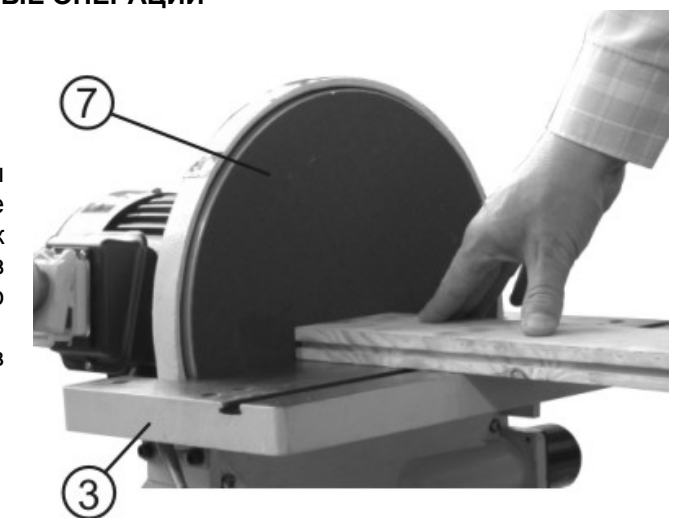

Рис.2
10.1. Параллельное шлифование (Рис.2)